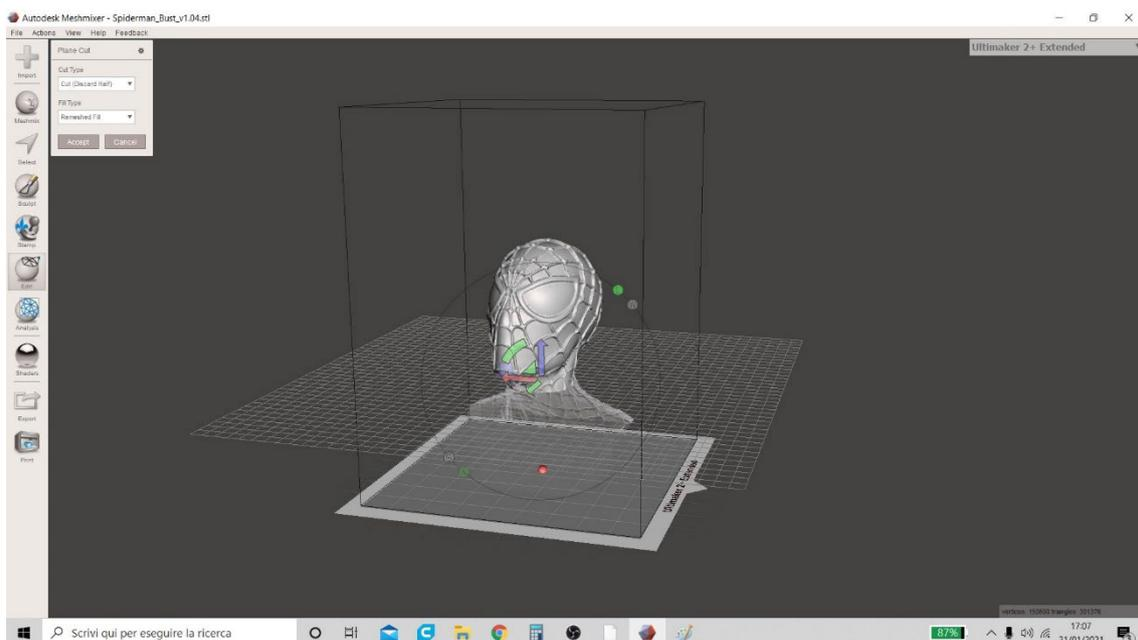

Figura 3 Meshmixer
3. Meshmixer offre la possibilità di spostare il piano di taglio lungo i tre assi principali x, y, z per mezzo di frecce (in Figura 3 Meshmixer sono indicate con i tre colori blu, rosso e verde) o tenendo premuto il triangolo con il mouse (in figura verde e rosso). Inoltre, è possibile ruotare il piano in modo da ottenere tagli che hanno una certa inclinazione (a scelta) rispetto all'orizzontale intervenendo sull'icona a forma di arco (verde o rosso in figura).